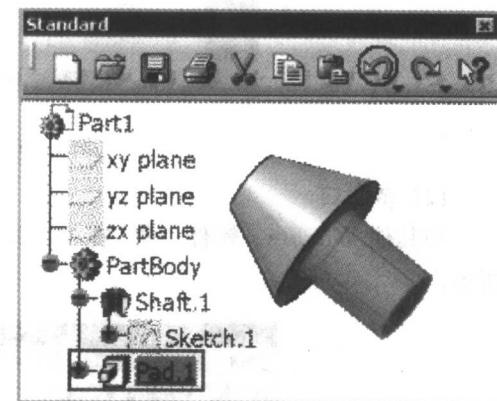

图 1-10 恢复“剪切”操作
③ 单击“撤销”按钮  (Ctrl+Z)，则圆柱体拉伸特征又重新显现出来，如图 1-10 所示。